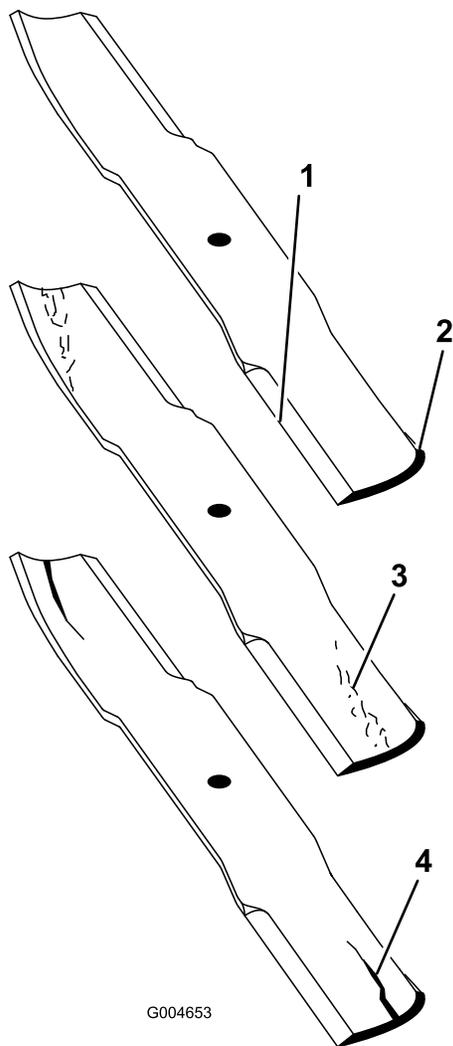

Figure 83
2. Examinez attentivement les tranchants de la lame, particulièrement au point de rencontre des parties plane et relevée (Figure 83). Le sable et les matières
abrasives peuvent éroder le métal à cet endroit, c'est pourquoi il est important de contrôler l'état de la lame avant d'utiliser la tondeuse. Remplacez la lame si elle vous semble usée (Figure 83).